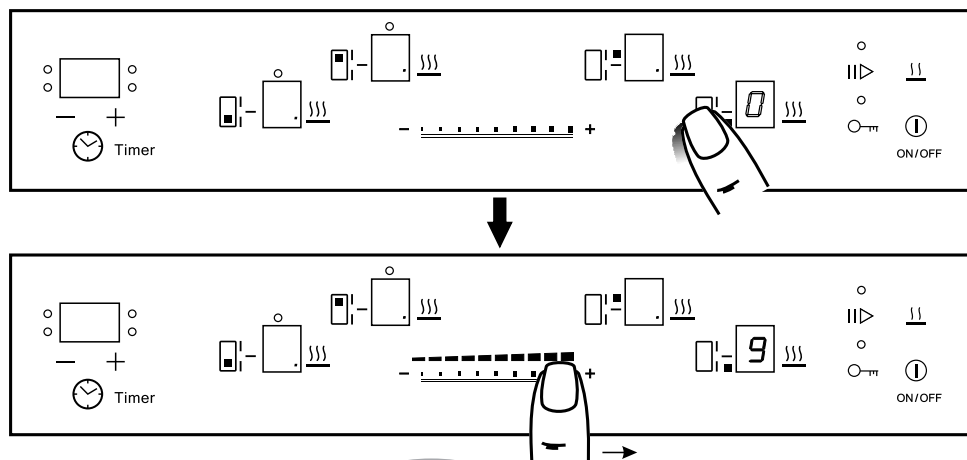

Рис.13
1. Коснитесь зоны ② с обозначением выбранной конфорки, после чего конфорка перейдет в режим управления. В соответствующем окне индикации режима нагрева ярко загорится «0» (рис. 13), во всех остальных окнах выбора индикатор будет гореть тускло.
2. Выбор необходимого уровня мощности производится перемещением пальца (или касаясь пальцем в нужном месте) по специальной поверхности ④ - «слайдер» (рис. 13). Когда уровень мощности меняется, звучит сигнал, а в окне выбранной конфорки отображается мощность от «0» до «9».